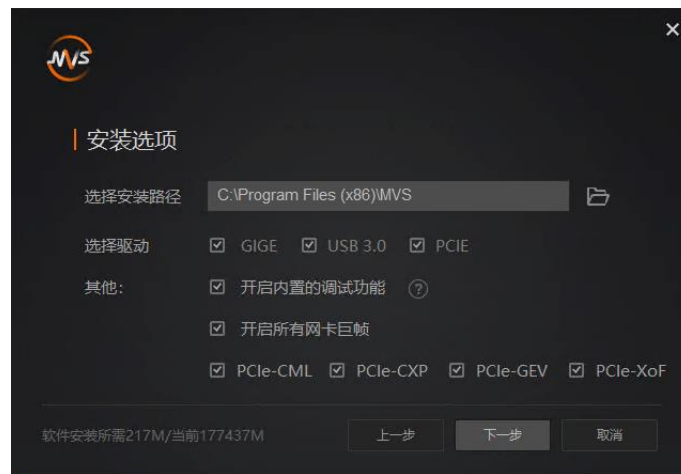

图6-4 安装选项
3. 选择安装路径、需要安装的驱动（默认已全部勾选）和其他功能，如图6-4所示。